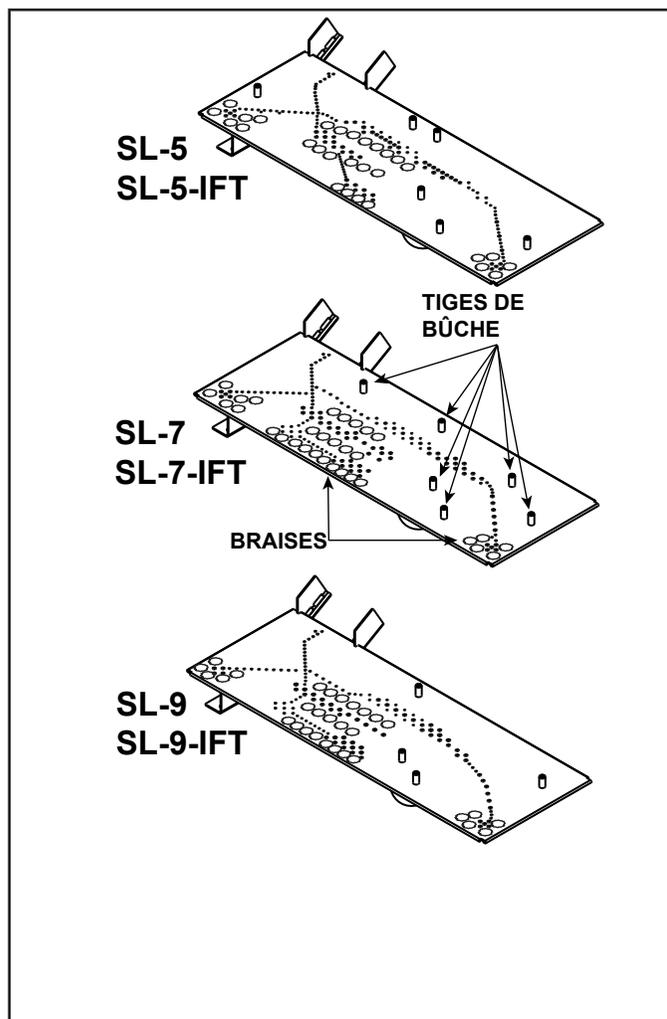

Figure 1. Emplacements de la tige de la bûche et des Glowing Ember
La taille générale et l'emplacement du module du brûleur dans la boîte à feu sont très similaires entre chacun des jeux. Cependant, chaque dessus de brûleur comporte différentes configurations d'orifices et de tiges de bûche. Voir la figure 1 pour l'emplacement des tiges de bûche.
- La bûche arrière gauche, la bûche arrière droite et la bûche du petit brûleur utilisent les orifices du côté au bas, correspondant au localisateur de tiges sur le brûleur. Consultez les figures 1 et 2.
3. Retirez les Glowing Embers® de l'emballage et installez les braises comme il est indiqué à la figure 1. Attention à ne pas placer les braises directement sur les orifices et en éviter l'excès.